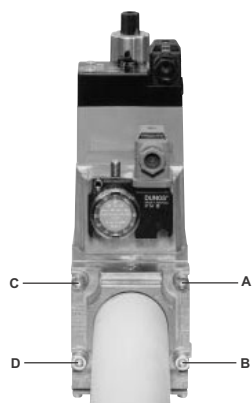
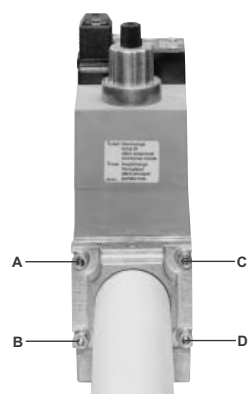

Рис. 29
Рис. 30
1. Расслабить винты А и В, но **не снимать** их (Рис. 29 и Рис. 30)
2. Отвинтить винты С и D (Рис. 29 и Рис. 30)